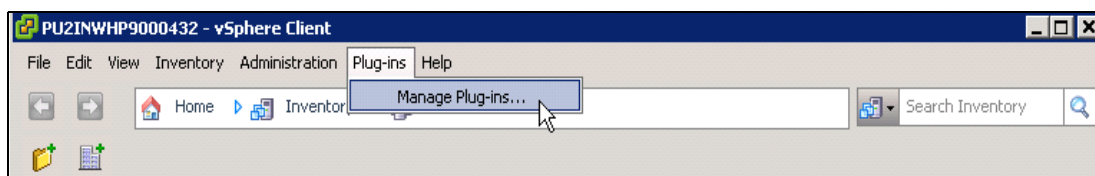

Figura 92. Client vSphere - Gestire il menu dei plugin
- 1 Nel Client VMware vSphere, selezionare **Plugin > Gestire plugin** (vedere Figura 92).